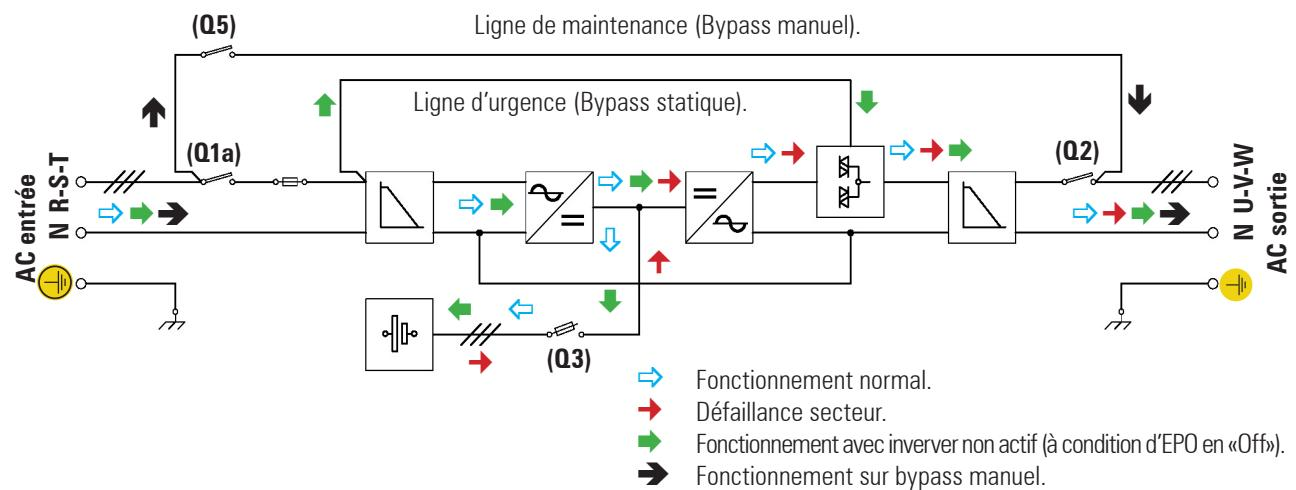

Fig. 20. Schéma de blocs ASI SLC CUBE3+avec des flux de fonctionnement
- Dans les schémas de blocs des figures 20 et 21 sont représentés, comme exemple, la structure basique d'un équipement standard et la ligne de bypass indépendant pour une configuration d'entrée et sortie triphasées. Pour quelconque autre configuration, il ne va varier que le nombre de câbles et bornes en entrée, sortie ou bypass, jamais la structure interne de l'équipement.
L'inverter a comme mission celle de transformer la tension du bus DC en AC, en fournissant une sortie sinusoïdale alternative, stabilisée en tension et fréquence apte pour alimenter les charges reliées à la sortie (figures 20 et 21).
L'inverter continue en fonctionnant normalement sans s'apercevoir de la manque de secteur et l'autonomie de l'équipement ne dépend que de la capacité du groupe de batteries (figures 20 et 21).
Dans tous les deux cas, la tension de sortie de l'ASI est fournie par la ligne de bypass d'urgence à travers du commutateur de bypass statique (figures 20 t 21), à condition que l'EPO soit inactif.
Constater dans les figures 20 et 21 le flux de fonctionnement de ce mode.